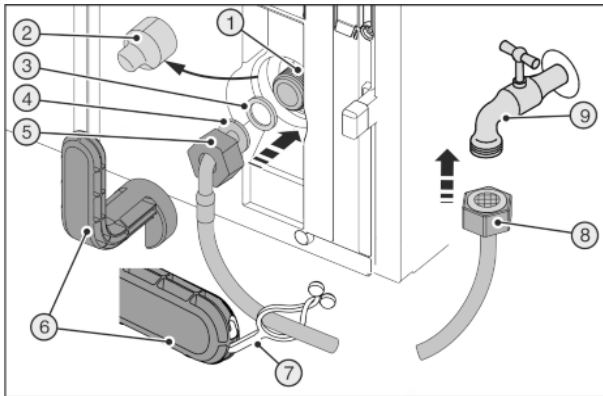
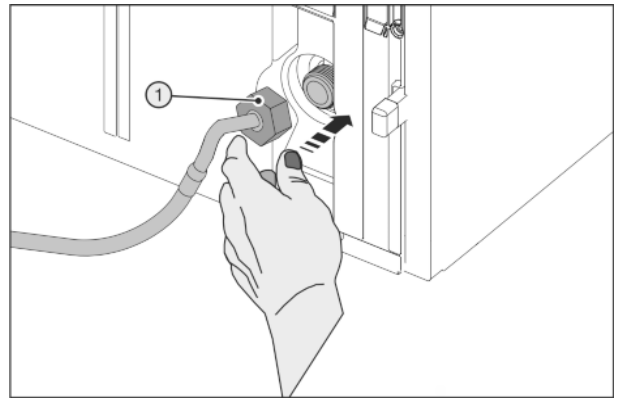

Fig. 48
Fig. 49
Zerbrochenes Hilfswerkzeug Fig. 48 (6)!
- ▶ Hilfswerkzeug Fig. 48 (6) ausschließlich bei Raumtemperatur verwenden.
- ▶ Abdeckung Fig. 48 (2) abziehen.
- ▶ Erleichterte Montage: Gerades Schlauchende Fig. 48 (8) nach links auf den Boden auslegen.
- ▶ Mutter Fig. 48 (5) über abgewinkeltes Schlauchende Fig. 48 (4) bis zum Ende schieben und festhalten.
- ▶ Dichtung Fig. 48 (3) befeuchten und in Mutter Fig. 48 (5) andrücken.
- ▷ Dichtung Fig. 48 (3) liegt flach an und wird leicht gehalten.
- ▶ Mutter Fig. 49 (1) vorsichtig ansetzen und mit zwei Fingern gerade auf Gewinde schrauben, bis ein sicherer Sitz erreicht ist.
- ▶ Mutter Fig. 49 (1) mit Hilfswerkzeug Fig. 48 (6) im Uhrzeigersinn festziehen bis maximales Drehmoment erreicht ist und Hilfswerkzeug Fig. 48 (6) überdreht.
- ▶ Mutter Fig. 48 (8) auf Absperrhahn Fig. 48 (9) schrauben.
- ▶ Mutter Fig. 48 (8) mit Hilfswerkzeug Fig. 48 (6) im Uhrzeigersinn festziehen bis maximales Drehmoment erreicht ist und Hilfswerkzeug Fig. 48 (6) überdreht.
- ▶ Absperrhahn Fig. 48 (9) der Wasserzuführung öffnen und gesamtes Wassersystem auf Dichtigkeit prüfen.
- ▶ Lasche Fig. 48 (7) in Hilfswerkzeug Fig. 48 (6) einhaken und zur Aufbewahrung am Edelstahlschlauch befestigen.